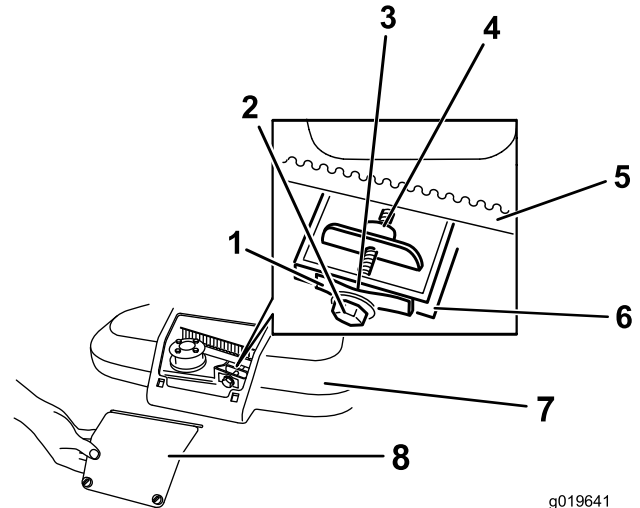

Bild 39
1. Lösen Sie die zwei Schrauben an der Riemenabdeckungsplatte und nehmen die Platte ab (Bild 39).
3. Halten Sie eine Fühlerlehre (0,26 mm), ein Papierstück oder einen Notizzettel gegen die Wand und schieben sie nach unten hinter die Riemenspannungsfeder (Bild 39).
Hinweis: Wenn ein sichtbarer Abstand zwischen der Fühlerlehre und der Feder besteht, ziehen Sie die Einstellschraube und Mutter an, bis das Papier fast nicht mehr in den Abstand eingeschoben oder herausgezogen werden kann (Bild 39).